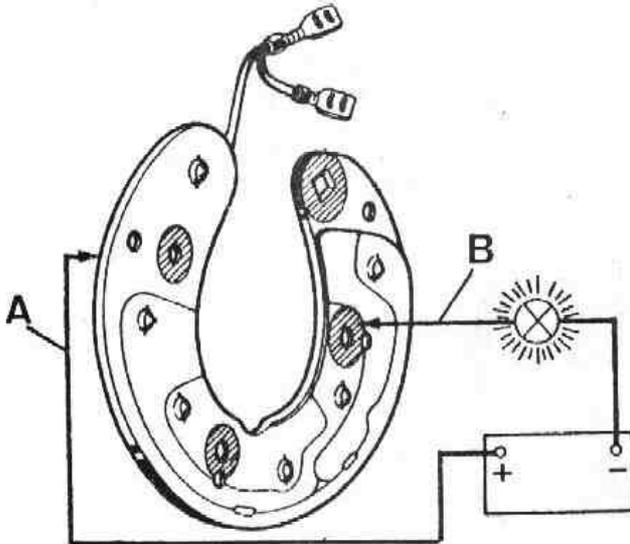

Fig. N-13 Comprobación del puente rectificador
5.3.1. Conectar el borne positivo, A (Fig. N-13) de la fuente de alimentación, a la zona destinada para conexión de masa y el borne negativo, B, en cada una de las zonas destinadas a las conexiones de los terminales del estator. En cada uno de los casos, la lámpara debe encenderse. Si la lámpara no se enciende, cambiar el puente ya que el diodo en prueba está deteriorado.